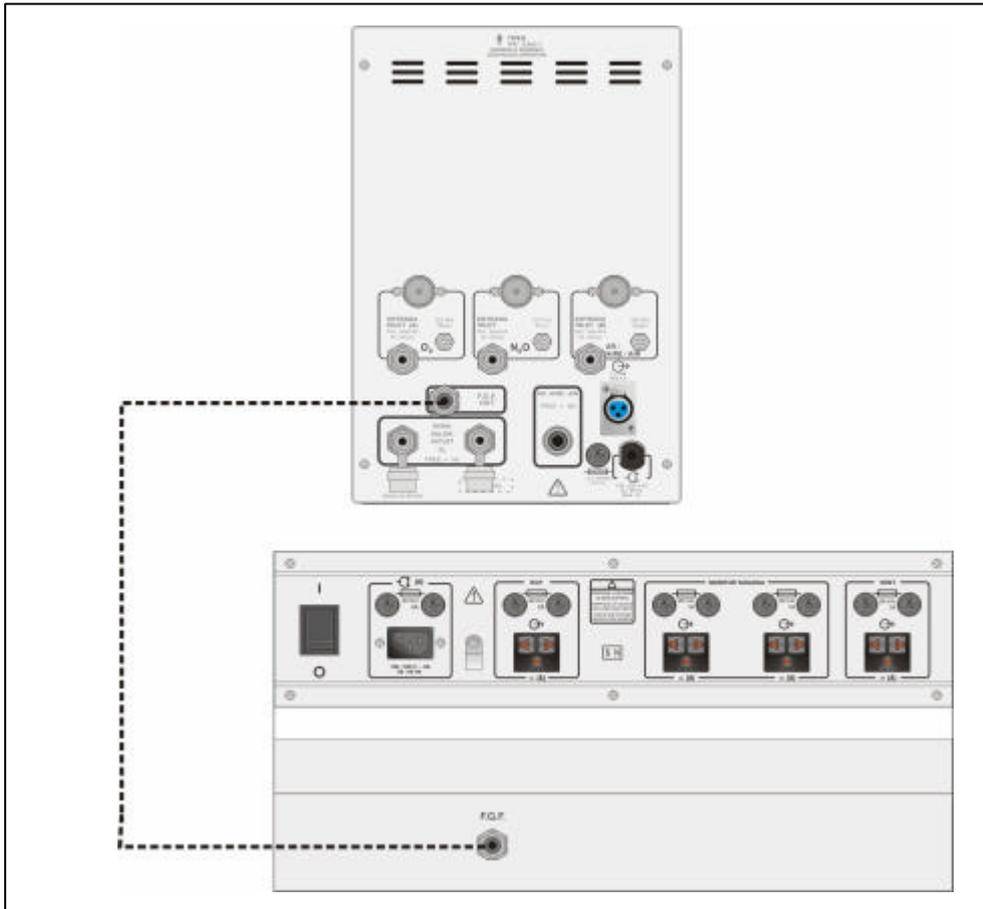

Figura 7-2: Ligação entre Rotâmetro e Móvel.
- 3 - Interligar a saída de gases frescos do Rotâmetro 1836 / 1826 com a conexão de entrada de gases frescos do Móvel do Aparelho de Anestesia *Fuji Maximus*, através do tubo flexível transparente com conectores rosqueados que acompanha o equipamento (Figura 7-2).